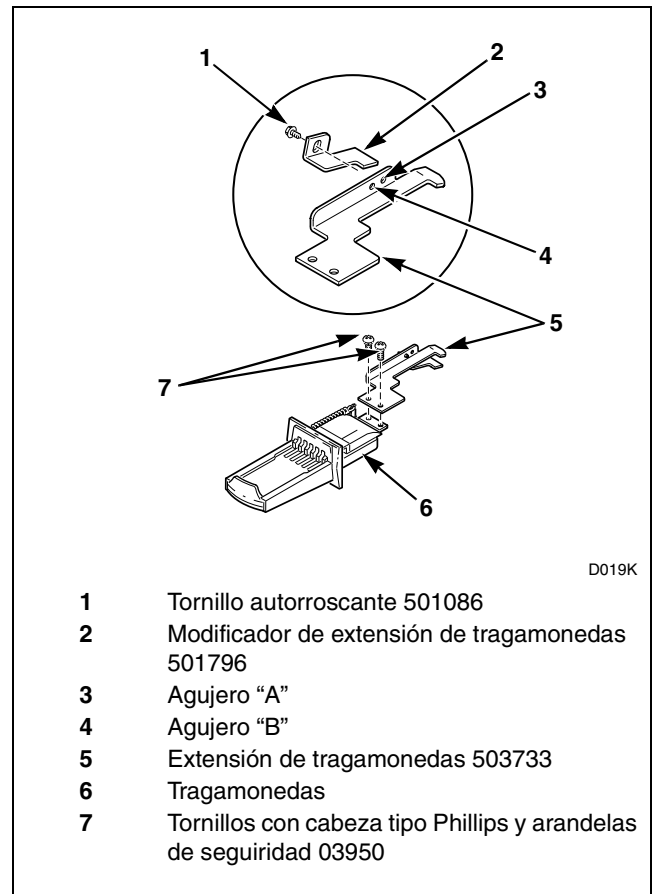

Figura 2
1. Instale la extensión del tragamonedas N° 503733 en el lado superior del tragamonedas mediante dos tornillos con cabeza tipo Phillips (estrella) y arandelas de seguridad N° 03950. Apriételes firmemente. Consulte la *Figura 2*.
- **Tragamonedas ESD** – Monte el modificador de extensión N° 501796 en la parte inferior de la extensión del tragamonedas N° 503733. Alinee el agujero del modificador de extensión con el agujero rotulado “A” de la extensión e instale un tornillo autorroscante N° 501086. Apriétele firmemente. Consulte la *Figura 2*.
- **Tragamonedas GREENWALD Comet, GREENWALD Tokette y MONARCH** – Monte el modificador de extensión N° 501796 en la parte inferior de la extensión del tragamonedas N° 503733. Alinee el agujero del modificador de extensión con el agujero rotulado “B” de la extensión e instale un tornillo autorroscante N° 501086. Apriétele firmemente. Consulte la *Figura 2*.